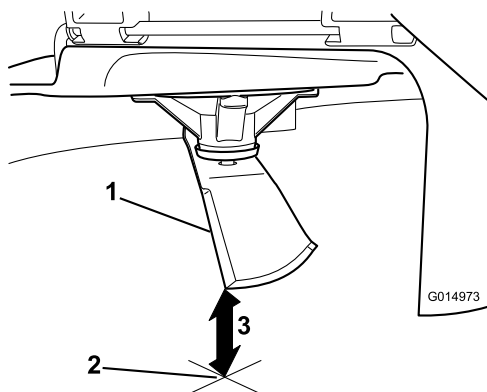

Figura 81
5. Mida desde la punta de la cuchilla hasta la superficie plana (Figura 81).